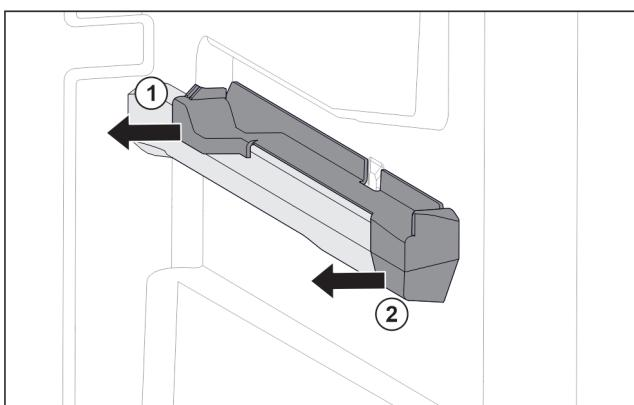

Fig. 39 Nasazovací díl na pravém žebrování na nádoby
- Stáhněte nasazovací díl vzadu na stranu. Fig. 39 (1)
- Stáhněte nasazovací díl vpředu na stranu. Fig. 39 (2)